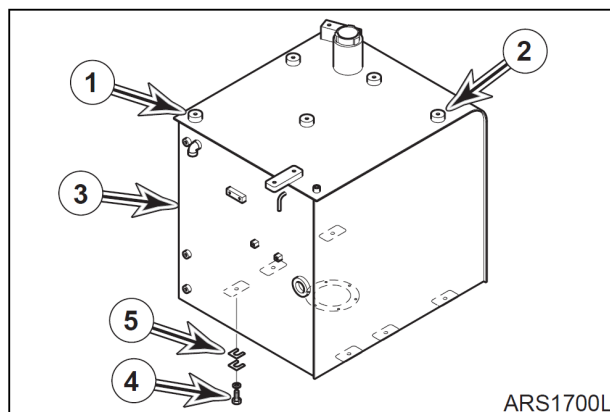

Рис. 13
2. Поставить топливный бак (3, рис. 13) на нужное место. Вставить шесть болтов с гайками (4) и затянуть их руками, чтобы закрепить бак на раме.
3. Вставить прокладки (5, рис. 13), чтобы не допустить качания бака (3) или перенапряжения от крепежных болтов (4).
4. После установки прокладок затянуть крепежные болты (4, рис. 13).